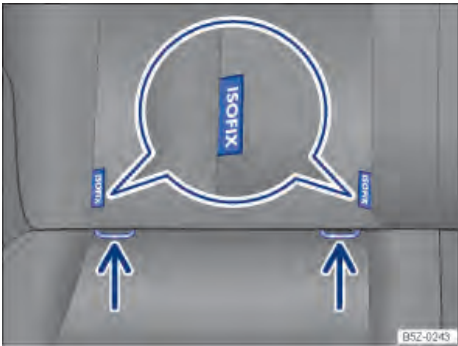

Fig. 36 No banco do veículo: identificação dos pontos de ancoragem inferiores para cadeiras de criança.
Os 2 olhais de retenção para cada cadeira de criança dotado do sistema ISOFIX podem ser acessados entre o encosto e assento do banco traseiro. → Fig. 36.
- Afastar lateralmente o cinto de segurança e encaixar a cadeira de criança nos olhais de retenção → Fig. 36 indicados pelas setas. A cadeira de criança deve engatar de forma segura e audível (click).
- Colocar a cadeira de criança sobre a superfície do banco, afastar lateralmente o cinto de segurança e prender os ganchos dos cintos de fixação nos olhais de retenção → Fig. 36, caso os cintos de fixação sejam fornecidos junto com a cadeira de criança.